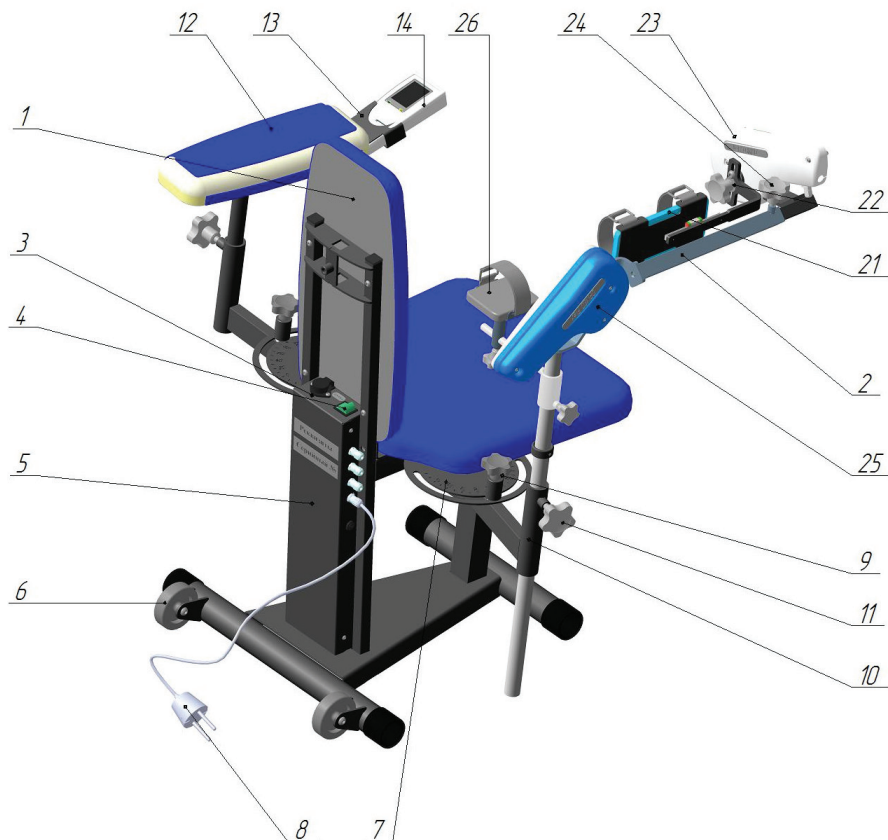
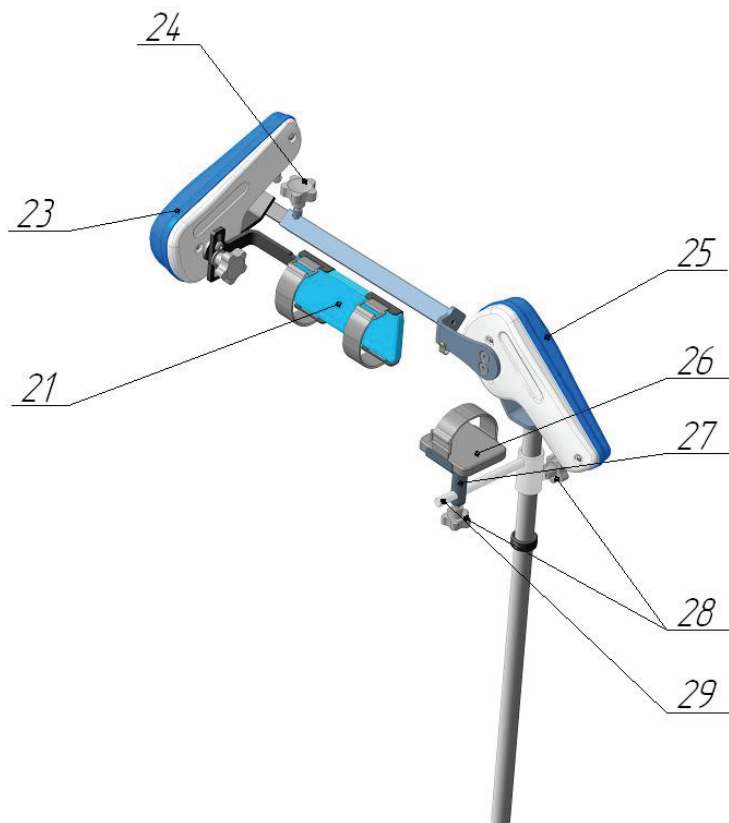

Рисунок 4.1 – Основные функциональные элементы Аппарата
Рисунок 4.2 – Основные функциональные элементы исполнительного механизма
4.2 Основные функциональные элементы Аппарата (см. рис. 4.1, рис. 4.2):